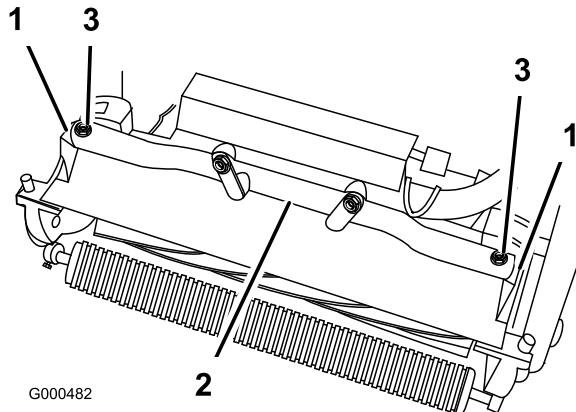

図 6
4. トラクションユニットのフレーム（図 6）を前方に回してカッティングユニットのピボット・アームに接続する。
5. M10 × 25mm ボルト（2本）を使用して、トラクションユニットのフレームをカッティングユニットのピボット・アームに固定する（図 6）。